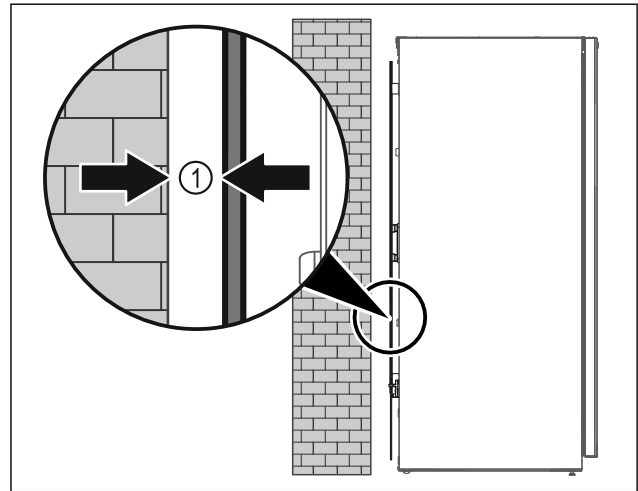

Fig. 5
- ▶ Posizionare l'apparecchiatura in un punto a piacere del locale (libera installazione) oppure addossato a una parete a una distanza minima di 5 mm Fig. 5 (1).